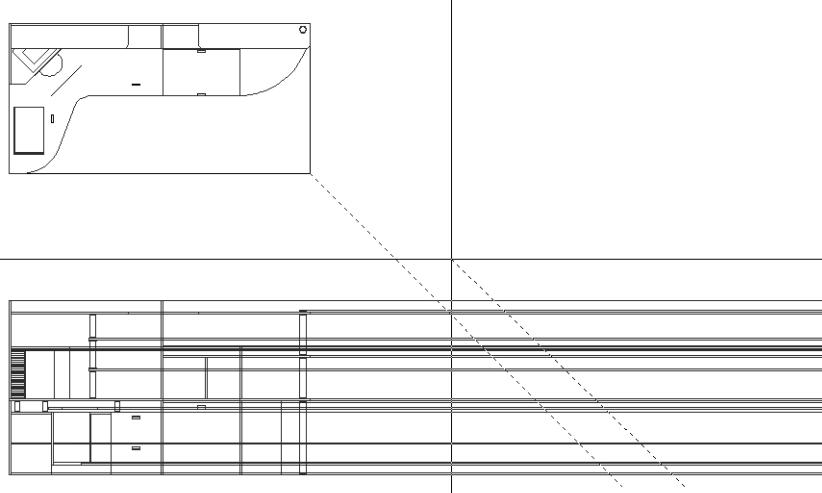

Рис. 8.37 ▼ Выбор линий, подлежащий обрезке, с помощью пересекающей линии
- Проверьте, отключен ли режим **ОРТО** (ORTHO), а затем введите в командном окне **Пересечение** (FENCE) или просто **пер** (F). Щелкните на кнопке **Ничего** (Snap to None) панели инструментов **Объектная привязка** (Object Snap) и выберите точку, которая находится ниже и правее линии нулевой высоты справа от вспомогательной диагональной линии. Щелкните на кнопке **Ничего** (Snap to None) еще раз, после чего переместите указатель вверх и влево так, чтобы появившаяся штриховая линия (это и есть пересекающая линия), была расположена правее и приблизительно параллельно вспомогательной диагональной линии. Кроме того, нужно, чтобы пересекающая линия прошла через все горизонтальные линии высот (рис. 8.37). Как только все эти условия будут соблюдены, щелкните левой кнопкой.